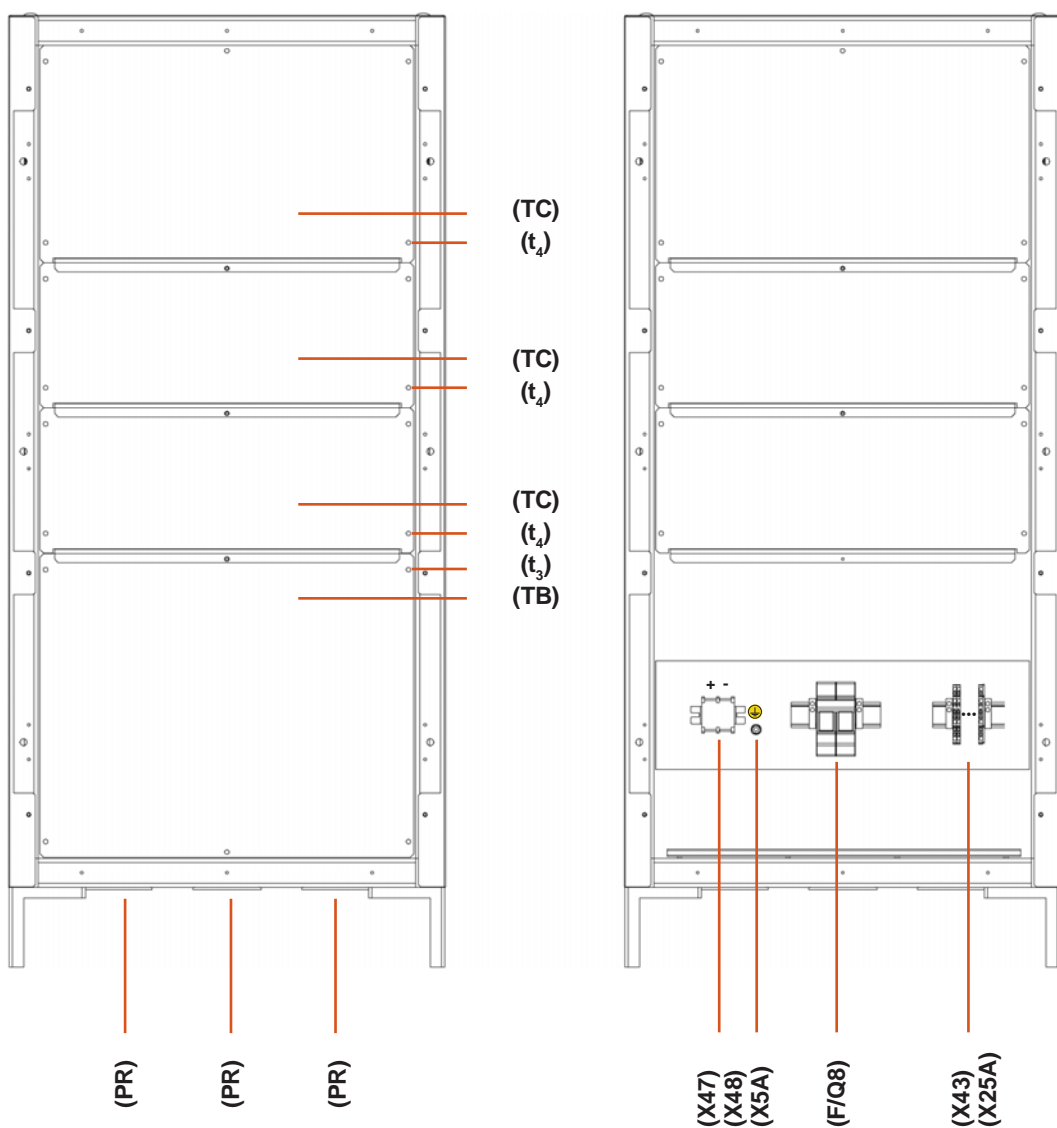

Fig. 9. Vista frontal armário de baterias de 605x605x1315 mm.
- Armário de baterias com 1205 mm de altura e pés elevadores adicionais de 110 mm, pelo que a altura total será 1315 mm. Disponível com uma base do armário de 600x600 mm e 600x800 mm (ver Fig. 9 e 10).